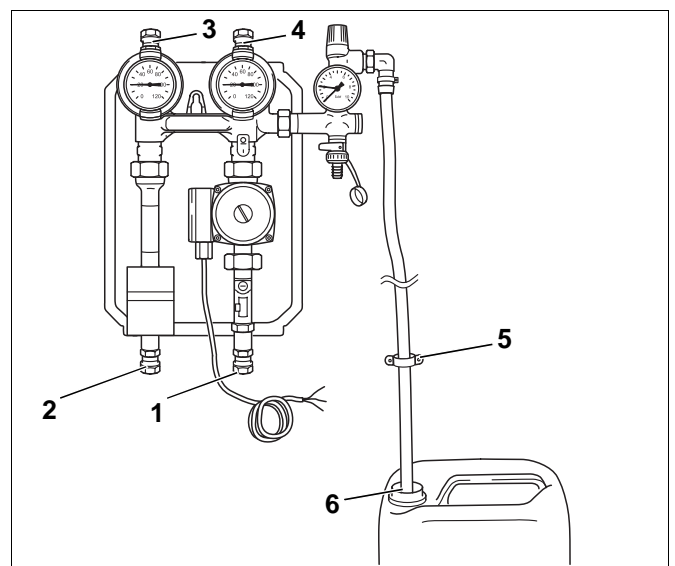

Abb. 9 Anschluss Kompletstation Logasol KS 01...
- Die Rohrleitungen zum Kollektor sowie zu dem Verbraucher (Speicher) an die Klemmringverschraubungen anschließen (Abb. 9, **Pos. 1 – 4**). Bauteile gegen Verdrehen sichern.
- Den Ablassschlauch des Sicherheitsventils später in den entleerten Kanister des Solarfluids münden lassen (Abb. 9, **Pos. 6**) und mit Bügelschelle bauseits sichern (Abb. 9, **Pos. 5**).